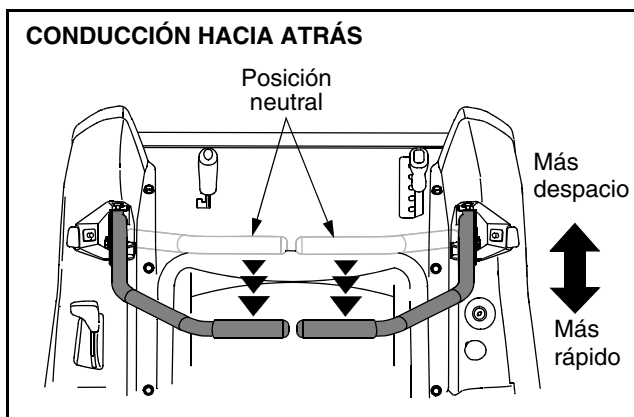

Figura 16
- Mueva las dos palancas de control lenta y suavemente hacia atrás. El tractor comenzará a moverse hacia atrás. Vea Figura 16.